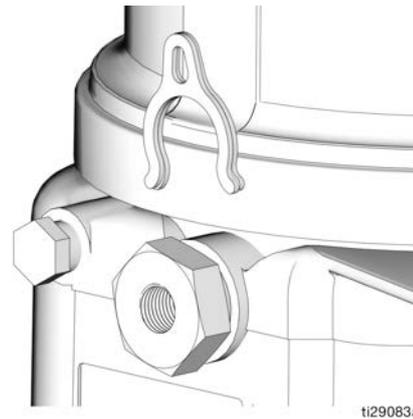

**FIG. 16**
**REMARQUE :** Si moins de cinq (5) éléments de pompe sont nécessaires, retirer tout élément de pompe supplémentaire et le remplacer par un bouchon. Serrer le raccord au couple de 5,6 N•m.
3. Retirer l'élément de la pompe et le remplacer par un bouchon (couple de serrage de 5,6 N•m). (FIG. 16).